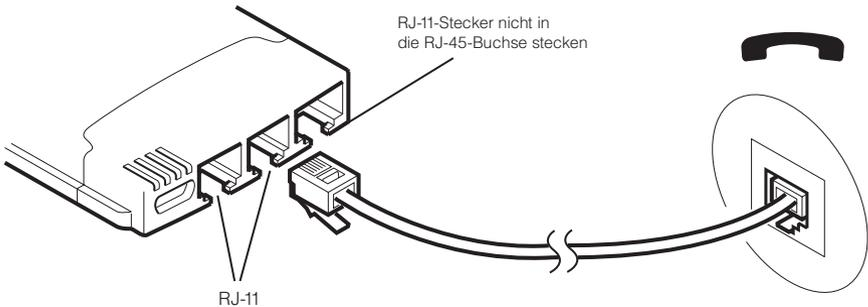

Abbildung 3. Modem mit dem Telefonnetz verbinden (RJ-11)
1. Stecken Sie einen RJ-11-Stecker wie in Abb. 3 gezeigt in die Anschlußbuchse am EtherJet CardBus Ready Port Adapter mit Modem.